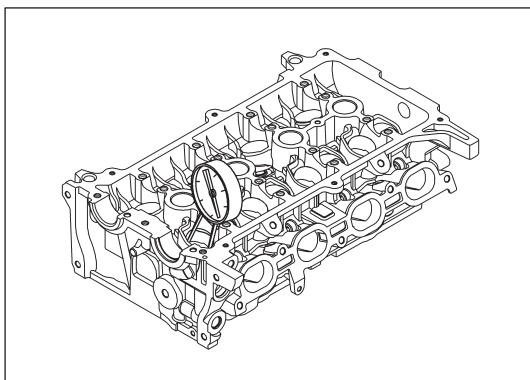

Рис. 12-3-30. Измерение диаметра отверстия в головке блока цилиндров для толкателя клапана
(9) Проверка диаметра толкателя клапана и отверстия для толкателя клапана
a) С помощью штангенциркуля измерить диаметр отверстия для толкателя клапана головки цилиндров, как изображено на рис. 12-3-30.